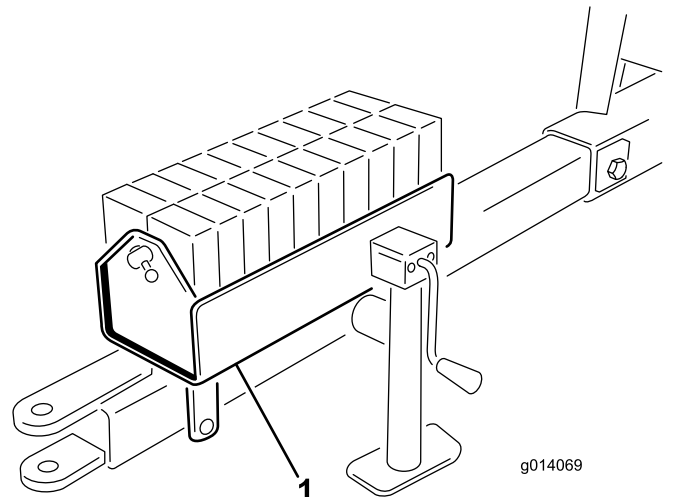

Bild 6
5. Füllen Sie den Ballastkasten mit dem Ballast und bringen Sie die Stange und den Stift an (**Bild 6**).